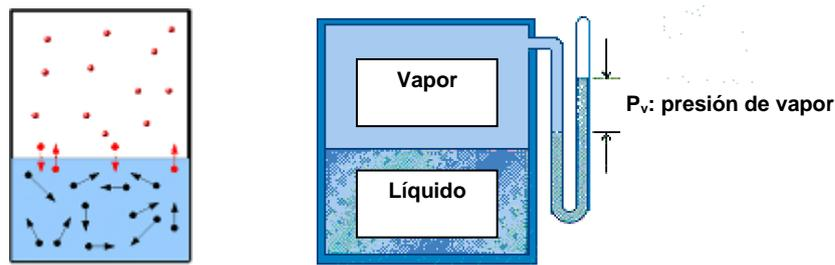

Figura 9. Equilibrio líquido-vapor. Velocidad de evaporación y condensación de las moléculas de agua (izquierda) y presión de vapor (derecha)
8.1.2. En la figura 9 se presenta un recipiente que contiene agua en equilibrio (líquido-vapor), lo que significa que la velocidad de evaporación de las moléculas de agua líquida es igual a la velocidad de condensación de las moléculas de vapor (izquierda).
Para una temperatura determinada, la presión que ejerce el vapor de agua en equilibrio con el líquido se denomina presión de vapor. Puede medirse de la forma que se especifica en la figura 9 (derecha).